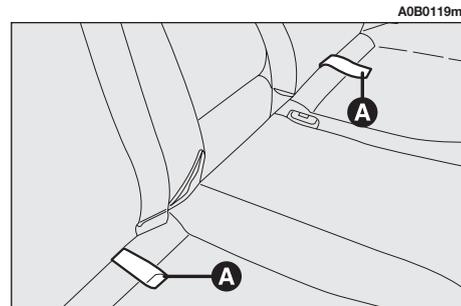

Abb. 39
– Die Sitzkissen am Griff (**A**, **Abb. 39**), der sich in der Mitte jedes Kissens befindet, nach vorn umklappen.